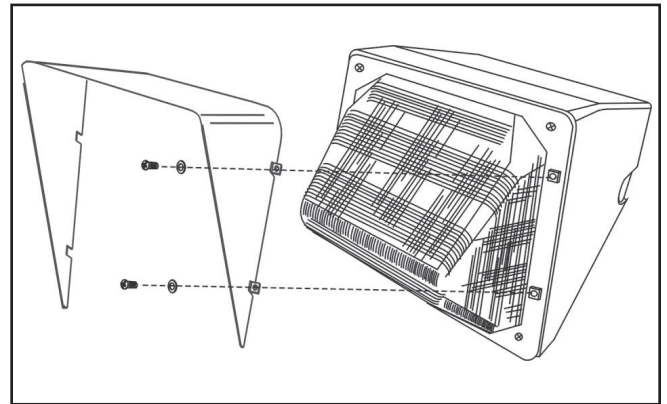

Figure 2.
2. Utilisez les vis et les écrous inclus pour monter la visière selon la (Figure 2).